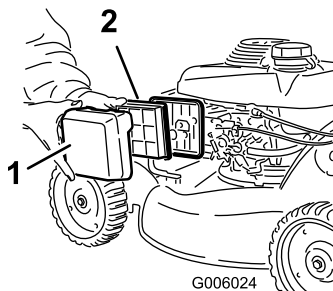

Bild 39
3. Entfernen Sie den Luftfilter (Bild 39).